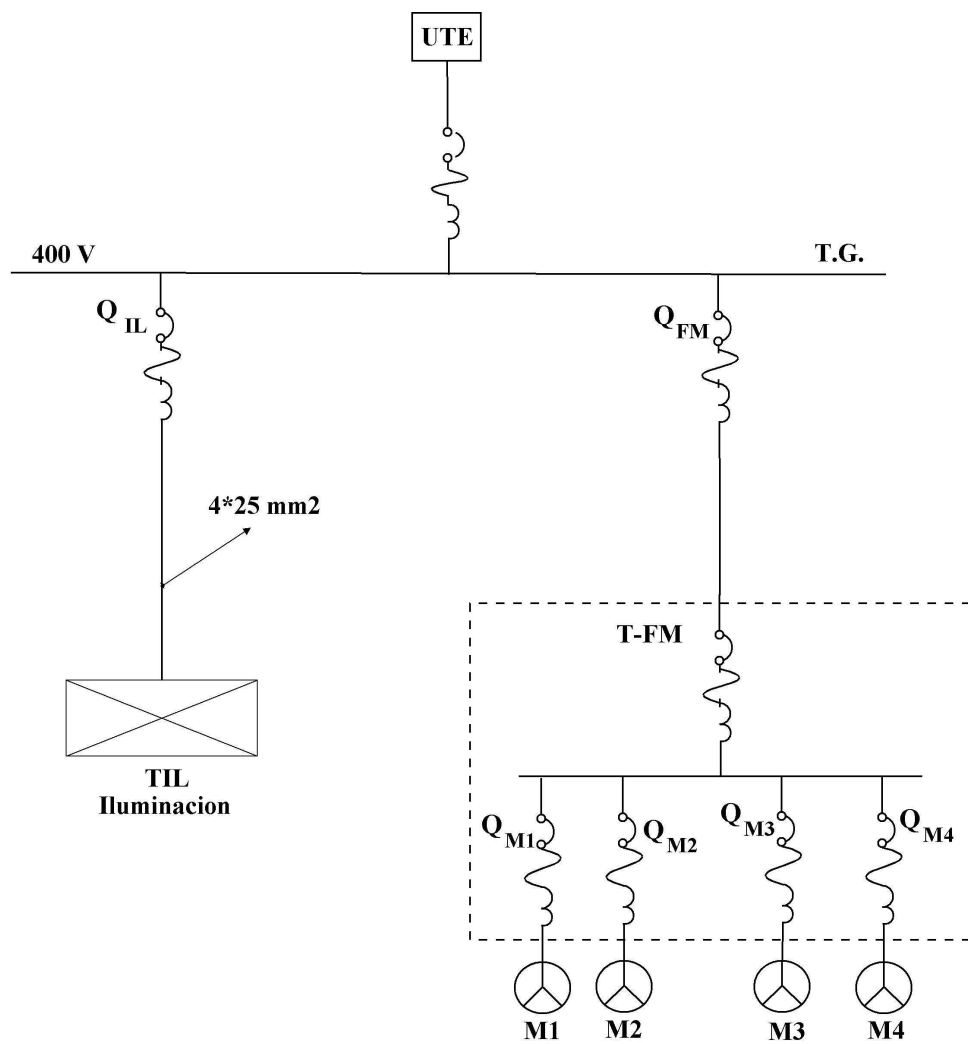

Figura 4: Diagrama unifilar del Ejercicio 4
En una planta industrial se pretende agregar al proceso, una sala con bombas y compresores para lo cual se instalaran dos tableros nuevos(TIL y TFM), alimentados directamente del tablero general (TG), como se indica en la figura 4 . El nivel de cortocircuito trifásico actual en barras del tablero general es de $35kA_{eff}$ en $400V$, y se considera que la impedancia de la red es puramente inductiva.